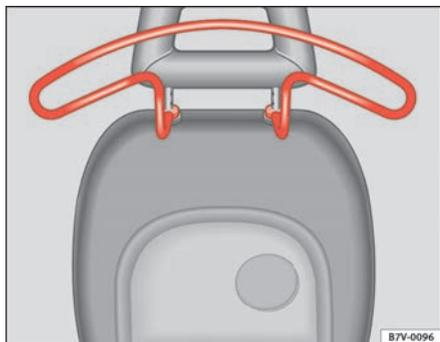

Fig. 107 Percha en el asiento delantero
- Sacar la percha³³⁾ de las barras del apoyacabezas ⇒ fig. 107.